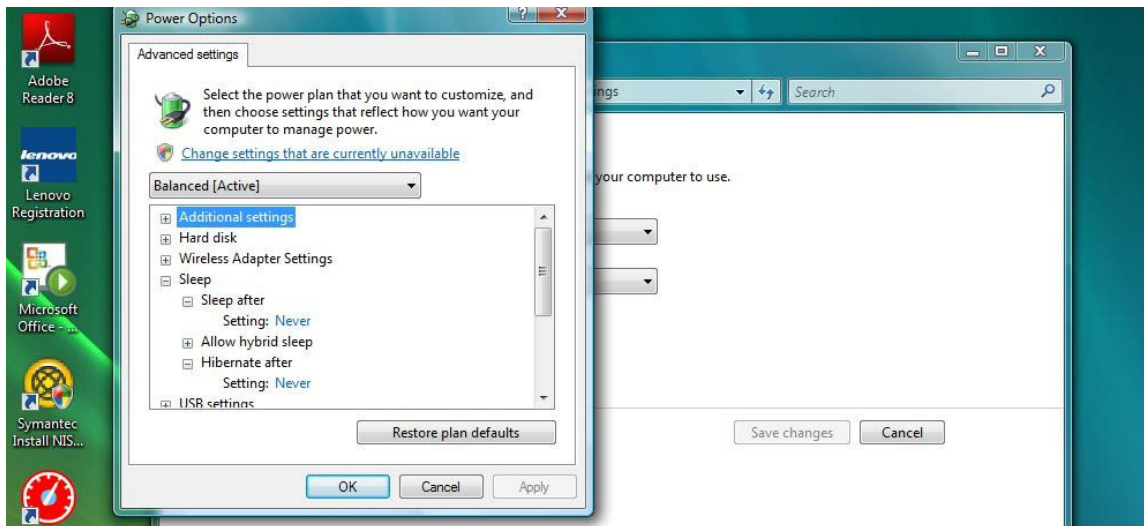

Рис. 20
5. В списке найдите «Переход в спящий режим» (Рис. 20). Для параметра «Переход в спящий режим после» выберите НИКОГДА, а также для параметра «Переход в режим гибернации» выберите НИКОГДА.
6. Нажмите кнопку «Применить», чтобы сохранить изменения. Далее нажмите кнопку «ОК» (Рис. 20).